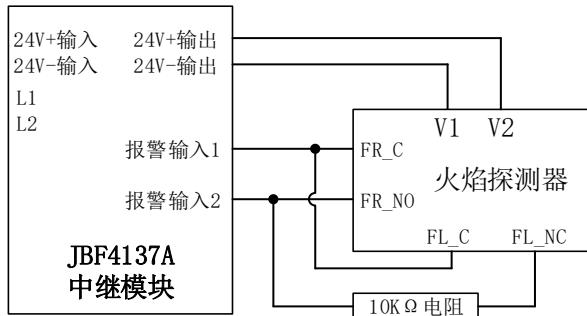

图 6 非编模式接线图
- 将 DC24V 电源接在 V1、V2 端子上, 接线无极性, L1、L2 端子保持悬空, 如图 6。
- 2、按图 6 接线图将火焰探测器与中继模块连接好。